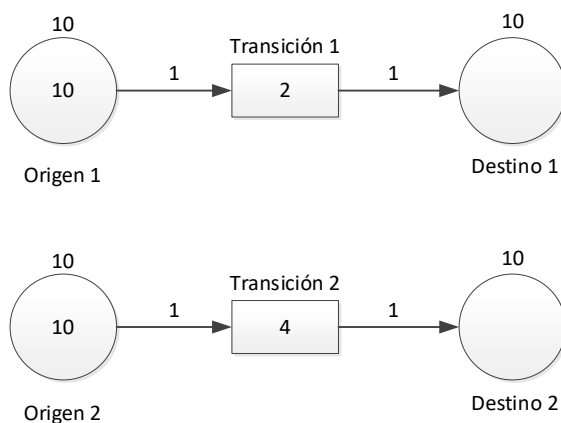

Figura 1: Asignación de recursos en transiciones en paralelo.
1. Dado el sistema presentado en la Figura 1, usando HPSim, determine el tiempo de producción para los siguientes casos independientes entre ellos: